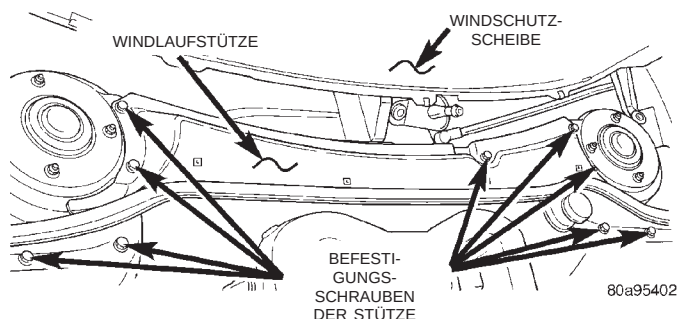

Abb. 28 Windlaufstütze
- (7) Windlaufstütze abbauen (Abb. 28).